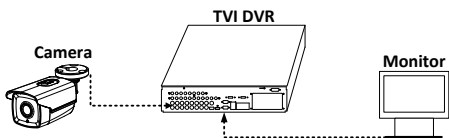

Figure 3-1 接続
1. カメラを TVI DVR とモニターに接続します（図 3-1 参照）。